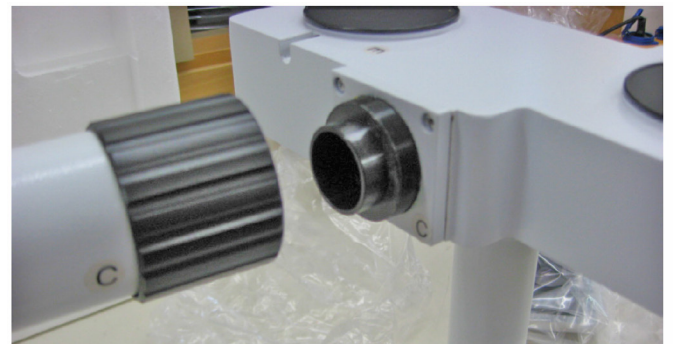

Fig. 8
- 2.9** Inserire la testata ottica (sempre facendo combaciare le lettere di riferimento) e serrare l'anello di tenuta nero. (Fig. 8).